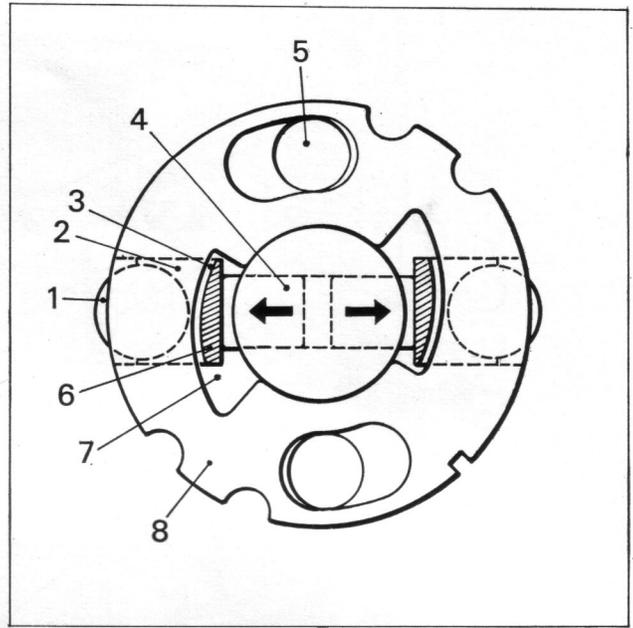
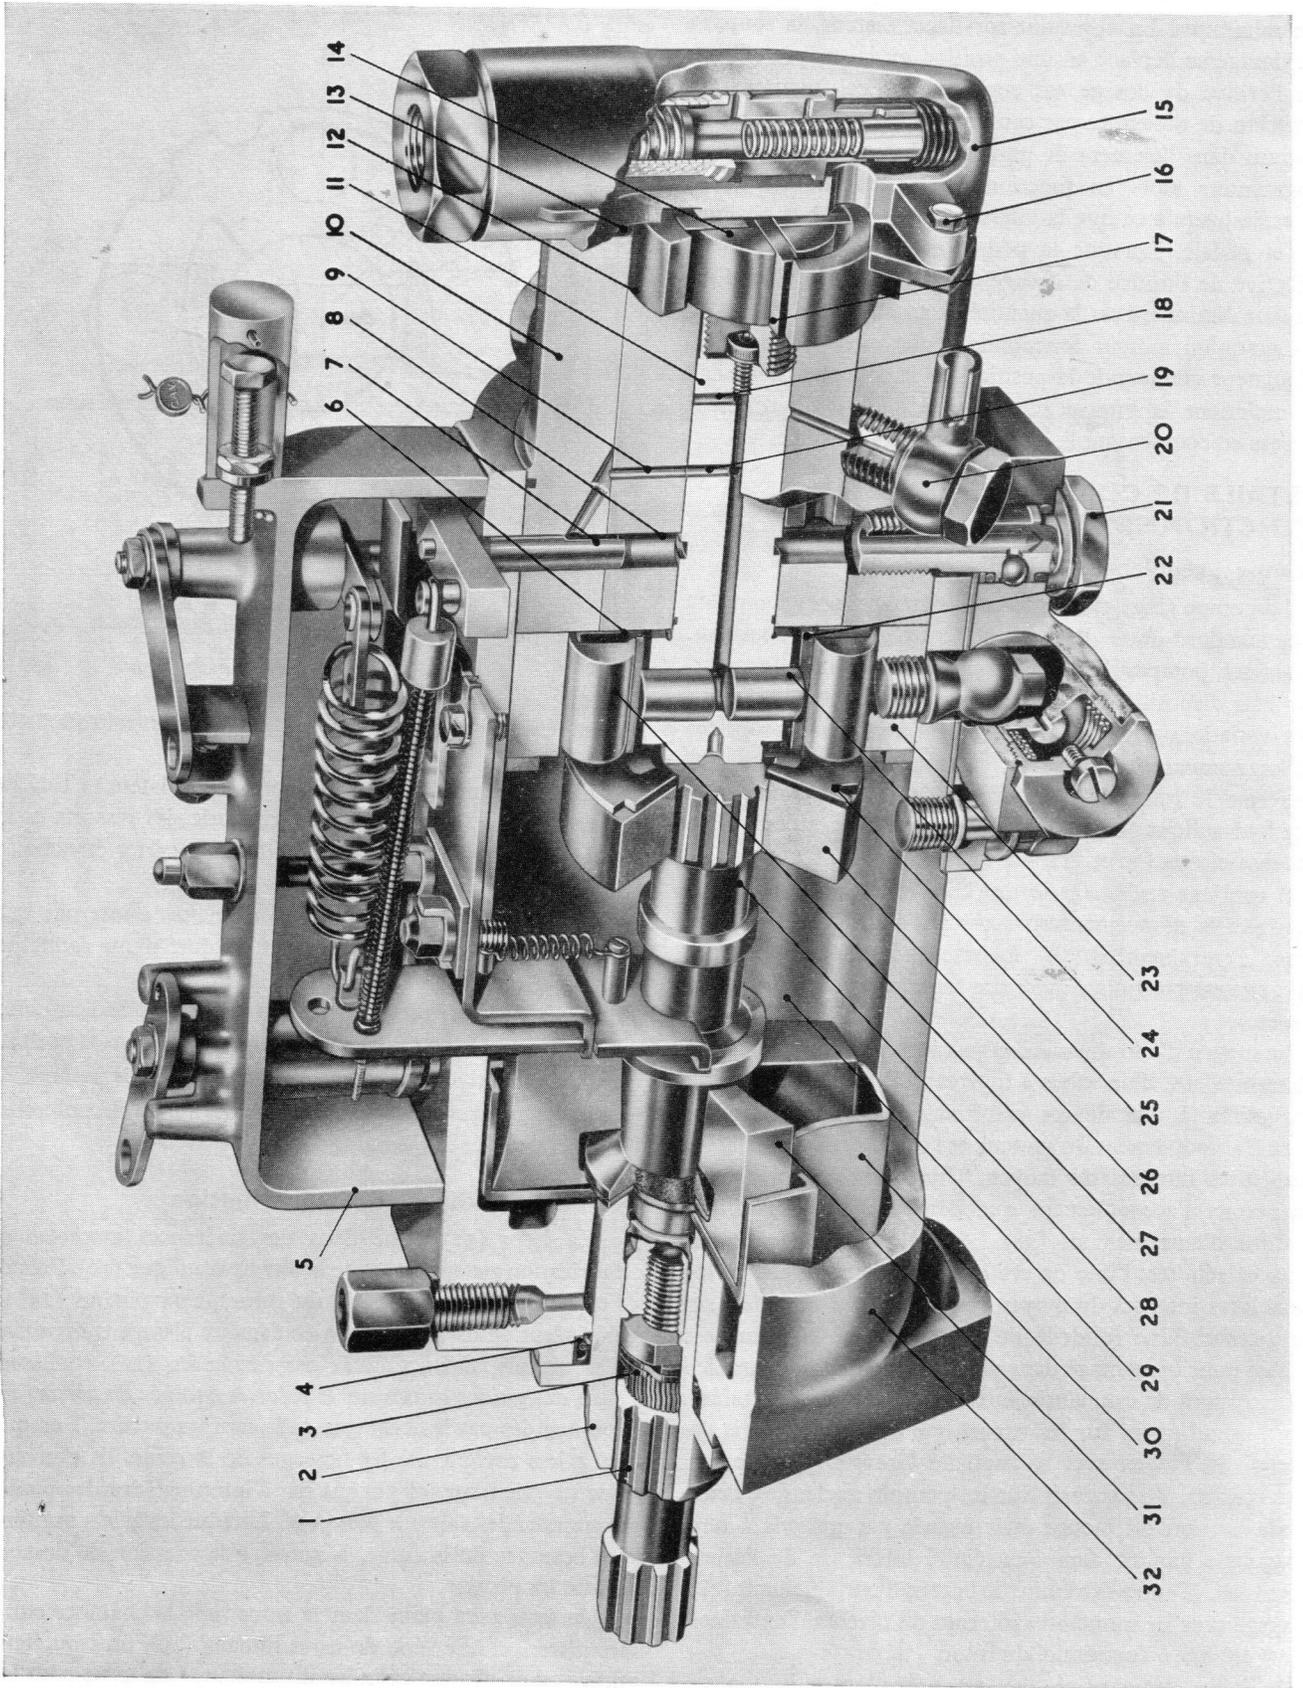
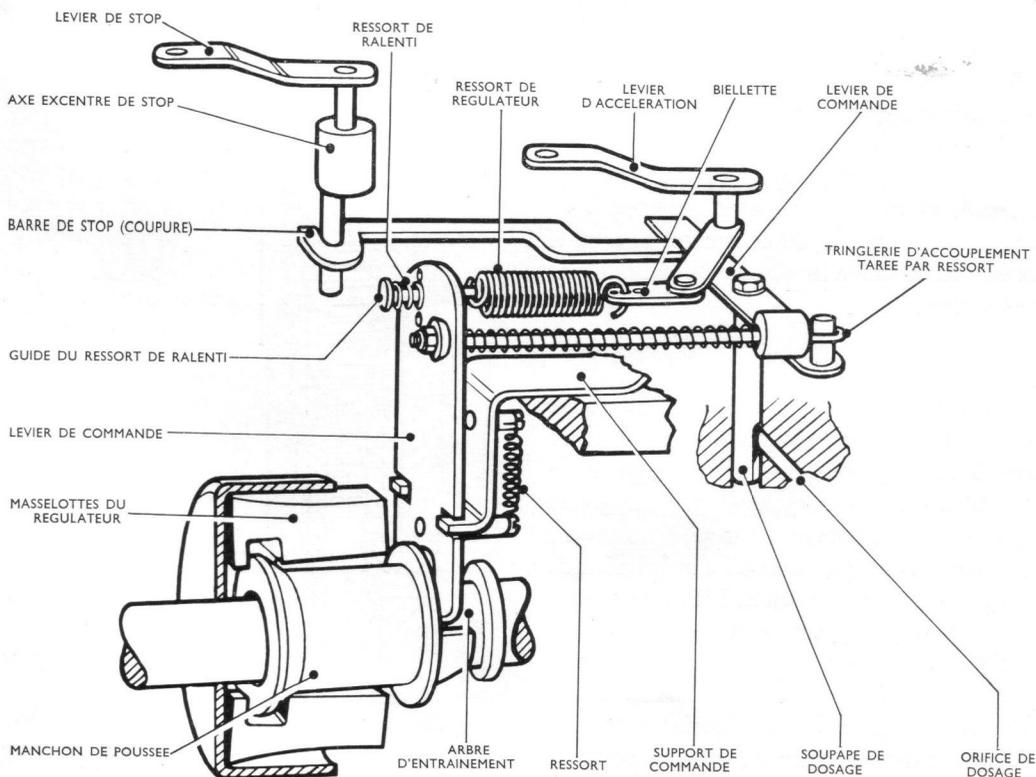

Fig. 4 Réglage du débit maximum
Fig. 5 Pompe équipée d'un régulateur mécanique et d'un dispositif d'avance
Fig. 8 Mécanisme de commande du régulateur mécanique
La pompe (Fig. 5) décrite et illustrée est une pompe de type standard dotée d'un arbre d'entraînement à fourreau. Certaines pompes DPA diffèrent par leur entraînement, par leur dispositif d'avance et autres éléments auxiliaires. Ces variations sont décrites dans les sections appropriées de ce manuel. Le corps de pompe en aluminium (32) renferme le rotor de pompage et de distribution (11) la tête hydraulique (10), la came annulaire (23), et l'ensemble des masselottes (30 et 31).
La quantité maximum de gasoil injectée est déterminée par la course effective des pistons. Le mouvement extérieur de ces pistons peut être varié. Les patins (2) Fig. 4, actionnant les pistons (4) sont retenus dans leurs guides par les plateaux de réglage supérieur et inférieur (6 et 25, Fig. 5). Les pattes (6, Fig. 4) solidaires des patins, couissent dans des encoches excentrées (7) des plateaux de réglage (8). Le plateau supérieur est bridé entre le plateau d'entraînement et le bout du rotor par les deux vis (5) fixant le plateau d'entraînement. Ces vis passent dans les lumières allongées (boutonnères) du plateau supérieur de réglage. Lorsque les vis (5) sont desserrées, les plateaux se déplacent ensemble car ils sont reliés par les pattes du plateau supérieur s'engageant dans les lumières du plateau inférieur.
La course extérieure des pistons est déterminée par la position des pattes (6), dans les encoches excentrées (7). Sur la Fig. 4, les plateaux de réglage sont positionnés pour fournir un débit maximum le plus bas possible; en cette position la course des pistons est au minimum. Cette course peut être augmentée en déplaçant les plateaux dans le sens des aiguilles d'une montre, vue du côté rotor. Les pistons sont illustrés au temps d'admission et le jeu (3) représente la distance de déplacement des pistons jusqu'en position de refoulement maximum. Un couvercle, fixé sur le corps de pompe par deux vis à tête hexagonale, permet l'accès de réglage du débit maximum de gasoil.
Les plateaux de réglage (8) illustrés Fig. 4, équipent les pompes d'usage courant. Certaines pompes sont équipées de plateaux renforcés ayant un profil intérieur inverse du profil illustré. Pour augmenter le débit maximum ceux-ci doivent être tournés en direction inverse des aiguilles d'une montre, vu du côté rotor.
La tête hydraulique se compose d'un cylindre resserré sur un manchon intérieur et fixé dans le corps de pompe par trois vis ne permettant le montage que dans une seule position. Lorsqu'un dispositif d'avance est monté (Fig. 5), la grosse vis de positionnement est remplacée par une vis creuse (21, Fig. 5) permettant d'envoyer le gasoil à la pression de transfert à la chambre du piston d'avance. L'extrémité de la tête hydraulique, opposée à la came annulaire, est usinée de façon à recevoir la bague extérieure (12), de la pompe de transfert. Un passage prévu à la base de ce logement, permet au gasoil de passer dans une gorge du rotor de pompage et de distribution et d'arriver dans la chambre (8) de la soupape de dosage. La soupape de dosage (7) règle le débit de gasoil passant par l'orifice de dosage unique (9) balayé par les
Le rotor de la pompe de transfert (14, Fig. 5), est vissé dans l'extrémité extérieure du rotor de pompage et de distribution, le filetage est à droite ou à gauche, suivant le sens de rotation de la pompe, de sorte qu'il a tendance à se resserrer pendant le fonctionnement. Le rotor de la pompe de transfert positionne longitudinalement le rotor principal. Deux palettes coulissant dans le rotor de la pompe de transfert portent sur la bague extérieure (12) fixée dans la tête hydraulique.
Le couvercle (15, Fig. 5), contenant la soupape de régulation, et formant couvercle de la pompe de transfert, est fixé par 4 vis inégalement réparties ne permettant qu'une seule position de montage. Un joint torique est prévu entre le couvercle et la tête hydraulique. Un pion de centrage, situé sur la face intérieure du couvercle, s'engage dans un cran usiné sur la périphérie de la bague extérieure de la pompe de transfert. Deux positions de montage repérées A (sens inverse des aiguilles d'une montre) et C (sens des aiguilles d'une montre) indiquent les positions du pion en fonction du sens de rotation de la pompe lorsque celle-ci est vue du côté entraînement. La soupape de régulation et le filtre de nylon à maille fine sont positionnés et fixés dans le
Le régulateur du type à masselottes centrifuges assure un contrôle sensitif à toutes les vitesses et charges. La cage des masselottes (30, Fig. 5) contient normalement six masselottes (31), bien que dans certains cas 4, 3 et quelquefois, mais rarement, 2 masselottes sont utilisées.
La Fig. 5 illustre une cage de masselottes bridée entre le moyeu d'entraînement et d'un épaulement de l'arbre d'entraînement. Un accouplement élastique peut également être monté. Dans ces deux cas d'entraînement, l'ensemble des masselottes, le moyeu et l'arbre d'entraînement sont solidaires. Les masselottes couissent dans des guides formés par la cage et ils pivotent sur leur bord intérieur. Lorsque les masselottes se déplacent vers l'intérieur ou l'extérieur par la force centrifuge, elles déplacent longitudinalement le manchon de poussée (29), couissant sur l'arbre d'entraînement. Ce mouvement est transmis par une tringlerie à la soupape de dosage qui tourne et contrôle l'admission de gasoil. La tringlerie de commande du régulateur est recouverte par le couvercle (5), monté sur la face supérieure du corps de pompe. Les axes de commande d'accélération et de stop passent à travers ce couvercle et des leviers de commande sont montés extérieurement.
Les Figs. 8, 9 et 10 donnent le détail du mécanisme de commande. Le déplacement des masselottes entraîne celui du manchon de poussée, axialement sur l'arbre d'entraînement. Le levier de commande du régulateur prend appui et pivote sur le support de commande et est maintenu en contact sur l'extrémité du manchon de poussée par la force du ressort. La tringle tarée par ressort relie la partie supérieure du levier de régulateur avec le levier de commande fixé sur la soupape de dosage. Le déplacement des masselottes, dépendant des fluctuations des vitesses du moteur, déplace la soupape de dosage et entraîne une variation de débit.
de dosage de la tête hydraulique (8, Fig. 5), est traversée par le gasoil venant de la pompe de transfert et allant aux orifices d'admission du rotor. La rotation de la soupape fait varier surface effective de l'orifice de dosage et règle la quantité de gasoil envoyée à l'élément de pompage en contrôlant la pression à l'intérieur du passage oblique de gasoil. (Voir Fig. 8.)
Le levier de commande du régulateur est sollicité par le ressort de ralenti aux vitesses de ralenti et par le ressort principal de régulateur aux vitesses plus élevées. Au démarrage, le levier de commande d'accélération (Fig. 8), repoussé à fond, maintient la soupape de dosage dans sa position de débit maximum. Dès que le moteur fonctionne, le levier est ramené à sa position de débit minimum et le régulateur fonctionne en position de ralenti.